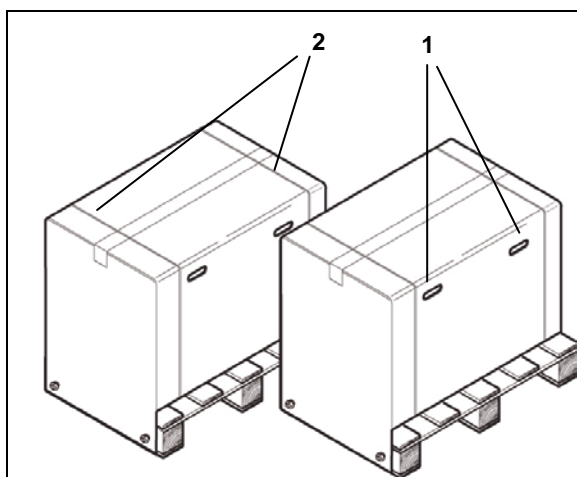

Abb. 6.1-1
**Das Gerät und seine Verpackung sind empfindlich und daher mit Sorgfalt zu handhaben. Beim Transport Erschütterungen und Stöße vermeiden. DIE HANDGRIPPE DER VERPACKUNG (1 in Abb. 6.1-1) DIENEN ZUM SENKRECHTEN HEBEN. In einem trockenen und sauberen Raum aufbewahren. Die Verpackung muss über den gesamten Garantiezeitraum aufbewahrt werden.**
- Öffnen, ohne das Umreifungsband der Schachtel zu durchtrennen (2 in Abb. 6.1-1).